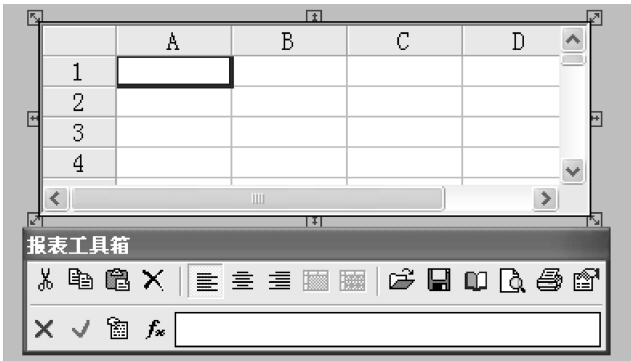

图 7-46 实时数据报表窗口
- 3) 选择工具箱中的 **窗** 工具, 在画面上绘制一实时数据报表窗口, 如图 7-46 所示。